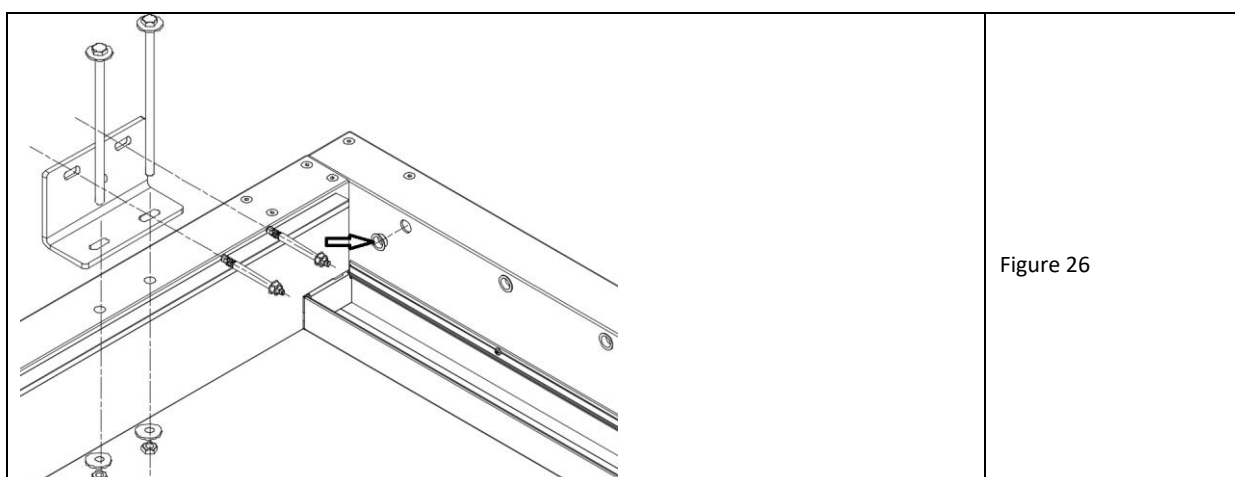

Figure 26
8. Enfilez les grandes plaques coulissantes en plastique sur les trous extrêmes des deux poutres longitudinales - dans l'axe des deux lames extrêmes (fig. 26 flèche). Il y a 4 emplacements de ce type.
10. Préinstallez les supports muraux dans la poutre supportée et les serrer légèrement avec des boulons verticaux M12x240 avec rondelle et écrou autobloquant (fig. 26). Faites attention au positionnement autorisé et interdit des supports muraux (fig. 58 et 59).